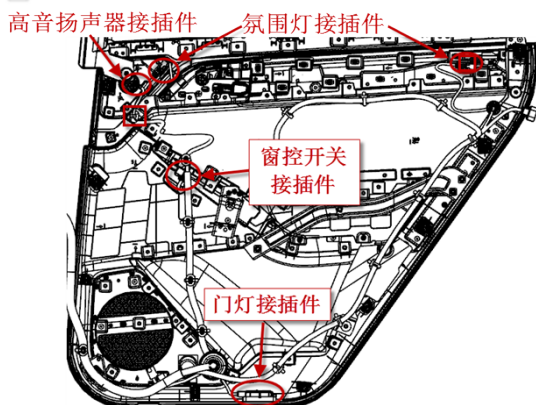

图 9-1-7 线束分支接插件拆卸示意图
(5) 如图 9-1-7, 分别按住氛围灯、高音扬声器、门灯接插件上的卡脚, 同时用力向外侧把接插器拔下, 再将各线束分支在门板背面固定的卡扣从门板上拔出。